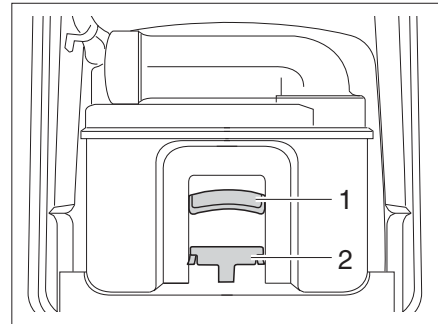

Fig. 300 Cassette Thetford
- Empujar el estribo de sujeción (Fig. 300,2) hacia delante para desbloquear el inodoro cassette y extraer el cassette con el tirador (Fig. 300,1).